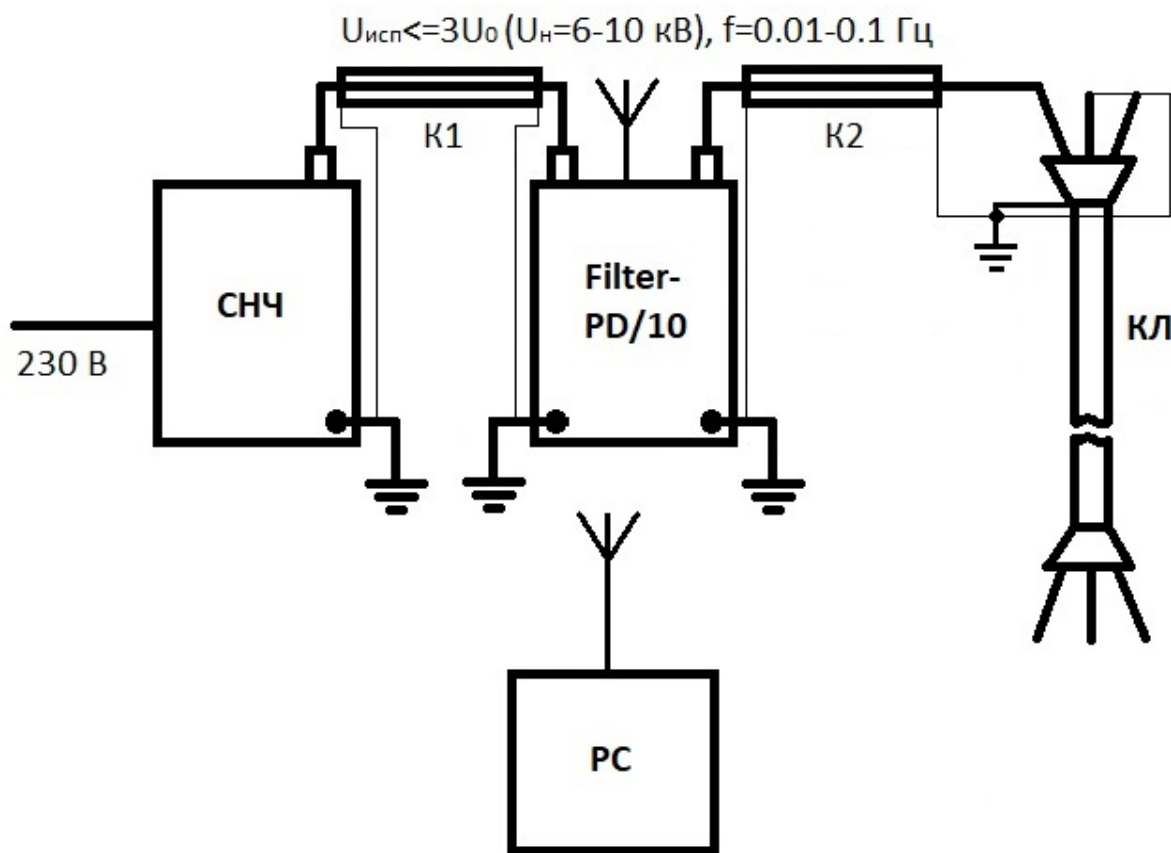
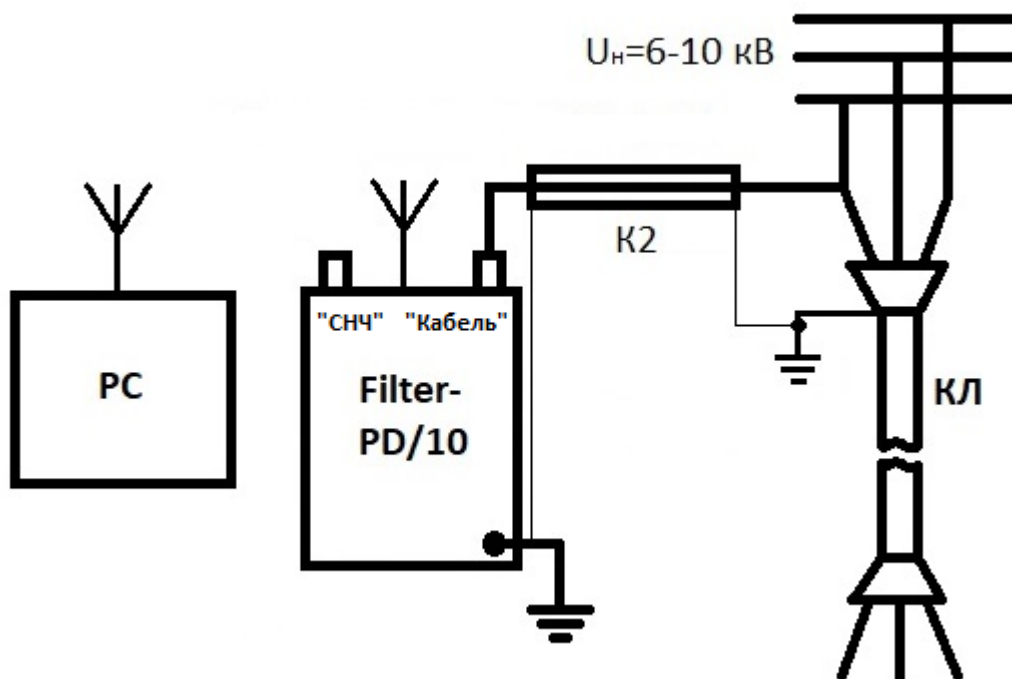

Рисунок 2.4. Функциональная схема подключения Filter-PD/10 и установки СНЧ
Рисунок 2.5. Функциональная схема подключения регистратора при подаче в КЛ номинального напряжения сети 6-10 кВ.
Принцип действия регистратора при применении совместно с ИУ заключается в следующем. На вход «СНЧ» подается испытательное напряжение с установки СНЧ её штатным кабелем K1, рисунок 2.4. С выхода «Кабель» напряжение подается на одну из фаз испытуемой КЛ кабелем K2. По кабелю K2 сигналы ЧР поступают в регистратор. Таким образом, одновременно осуществляется высоковольтное испытание фазы КЛ и регистрация возникающих при этом ЧР. Период регистрации ЧР устанавливается оператором и в основном определяется длительностью испытаний. Искажения формы испытательного напряжения СНЧ не происходит.
Может быть реализована иная схема регистрации ЧР, рисунок 2.5. Испытуемая КЛ ставится под номинальное напряжение сети 6-10 кВ частотой 50 Гц. Одну из фаз КЛ необходимо подключить к регистратору его штатным кабелем K2. Регистрация ЧР контролируется оператором в режиме реального времени. Особенностью такой схемы измерения является возможное наличие помех в сети 6-10 кВ. Дальний конец КЛ необходимо отключить от нагрузки для снижения влияния помех и для улучшения условий отражения импульсов ЧР. Следует отметить, что не всегда такая схема измерений может быть реализована по причине требований правил электробезопасности.
4. Подключить жилу высоковольтного кабеля К1 ИУ к клемме «СНЧ» регистратора, рисунок 2.3, рисунок 2.4. Экран кабеля К1 заземлить на клемму «СНЧ» в нижней части корпуса, рисунок 2.2.
5. Выход «Кабель» регистратора подключить к испытуемой фазе КЛ высоковольтным кабелем К2. Экран кабеля К2 заземлить с двух сторон: на корпус и на оплетку испытуемой КЛ, рисунок 2.4. Две другие фазы испытуемой КЛ должны оставаться заземленными.
4. Подключить кабель K2 к клемме «Кабель» регистратора, рисунок 2.5. Оплетку K2 заземлить на соответствующую клемму на корпусе установки, рисунок 2.3, рисунок 2.4.